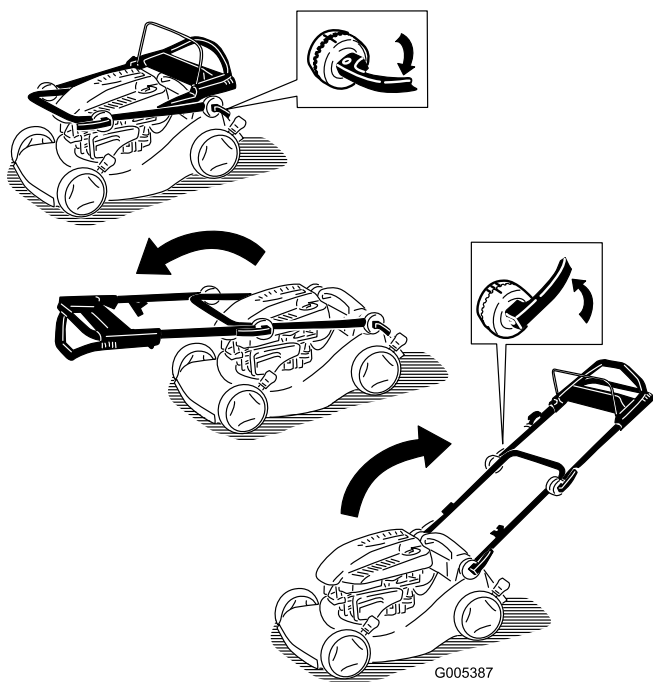

Figura 3
1. Desbloquee el bloqueo del manillar, mueva el manillar a la posición de operación, y bloquee el manillar (Figura 3).